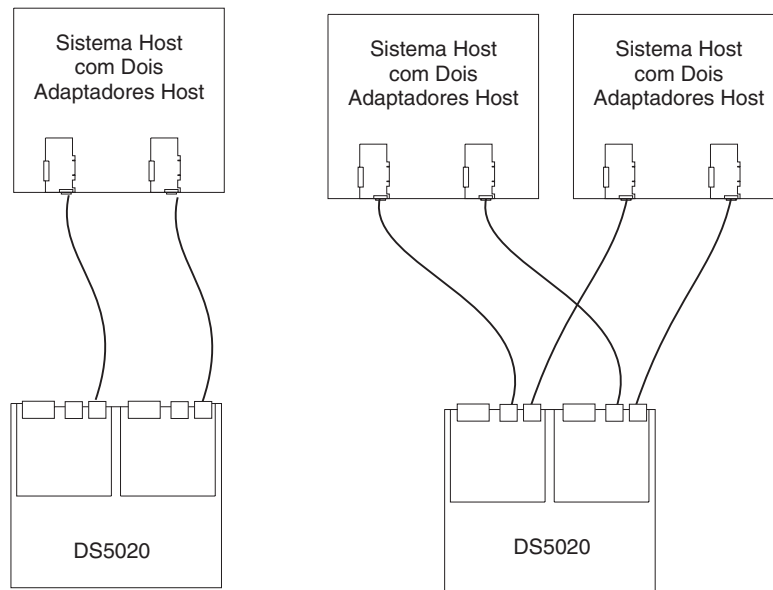

Figura 56. Exemplos de configurações de SAN Fibre Channel de acoplamento direto de host redundante
- Configurações de acoplamento direto redundantes do host, como mostrado em Figura 56 na página 93